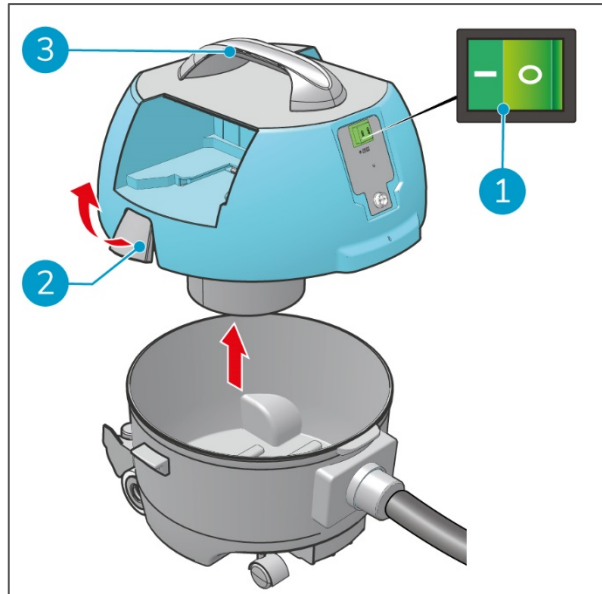

Abbildung 9
1. Schalten Sie den i-vac 9B mit dem ON/OFF-Schalter aus (Figure 9, Pos. 1).
3. Lösen Sie die Riegel (Figure 9, Pos. 2), die sich auf beiden Seiten des i-vac® 9B befinden.
4. Heben Sie den Deckel am Griff ab (Figure 9, Pos. 3).